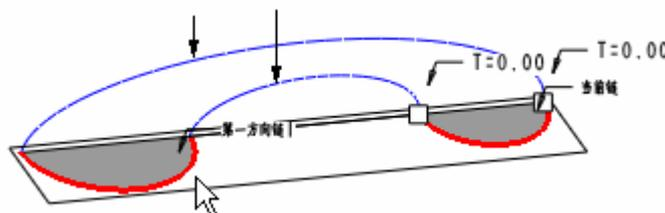

图 61-5
- (3) 单击【交叉线】，以确定第 2 方向的曲线链，按下 Ctrl 键，选取图 61-5 中箭头指示的两条曲线。